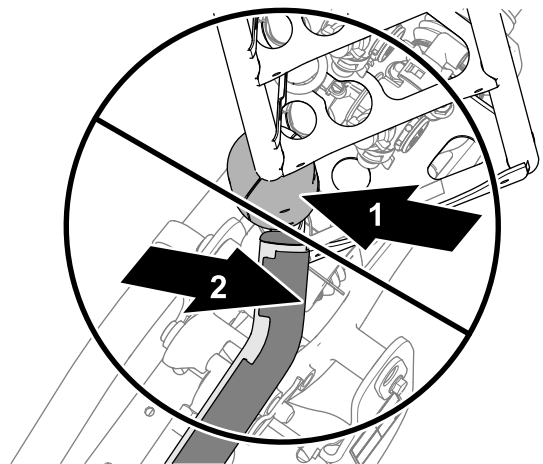
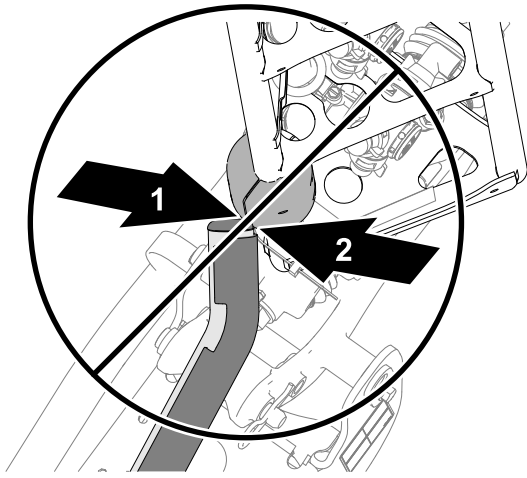
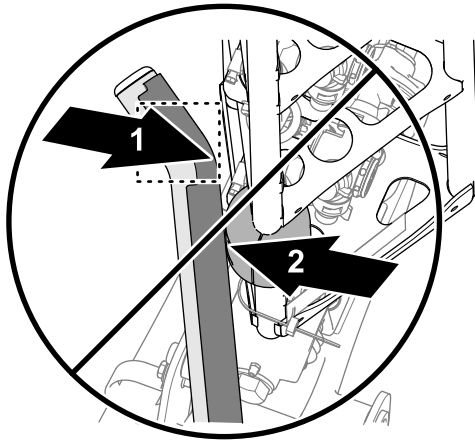

图 7
图 8
图 9
5. 如果任何一个上托架管与滑块错位如 图 7、图 8 或 图 9 所示请调节托架位置参阅 将托架与外喷洒臂对齐 \(页码 68\)。